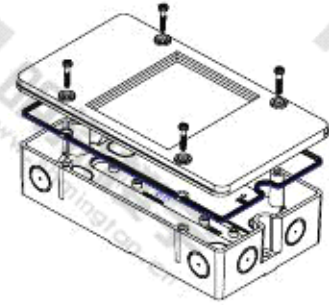

图 4
5. 用 4 个螺钉固定带有密封条的盒盖 (图 4)。(只有这样才能保证 IP 防护等级)